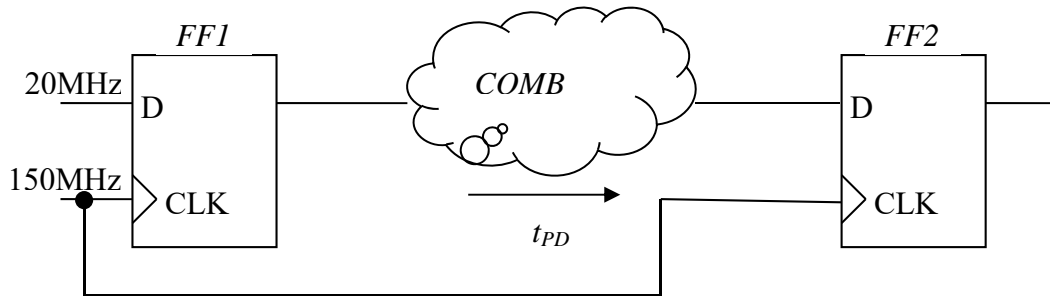

Abbildung 2.1: Kombinatorische Funktion mit synchronisierten Ein- und Ausgängen
Gegeben ist die in Abbildung 2.1 dargestellte Schaltung mit 150MHz Takt. Ein asynchrones Eingangssignal mit einer Frequenz von 20MHz liegt am Eingang von Flip-Flop *FF1*. Der Ausgang von *FF1* geht über kombinatorische Logik *COMB* an den Eingang von Flip-Flop *FF2*. Die Verzögerungszeit der kombinatorischen Logik beträgt $t_{PD} = 2,5\text{ns}$. Laut Datenblatt haben die beiden Flip-Flops folgende Parameter:
- (b) Wie muss die dargestellte Schaltung ergänzt werden, um einen full Scan zu unterstützen (zeichnen Sie Ihren Vorschlag in Abbildung 2.1 ein)?